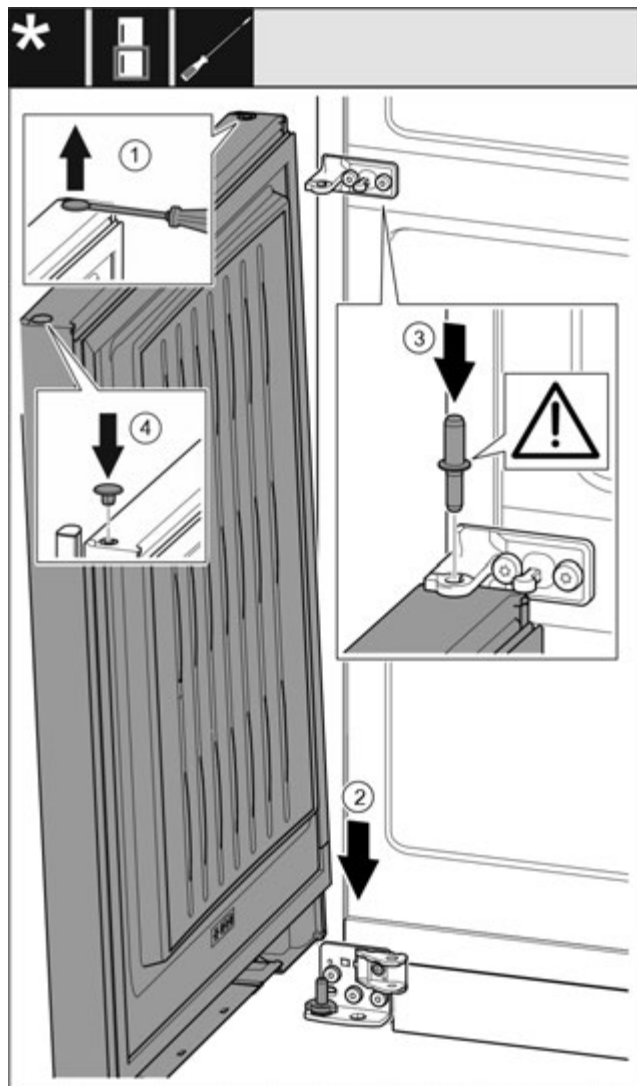

Fig. 41
- ▶ За допомогою шліцевої викрутки обережно підніміть пробку та витягніть її. Fig. 41 (1)
- ▶ Встановіть дверцятя зверху на нижній опорний гвинт. Fig. 41 (2)
- ▶ Середній опорний гвинт встановіть в нижні дверцятя через середній опорний кронштейн. При цьому виступ фіксатора повинен бути спрямований назад. Fig. 41 (3)
- ▶ Знову вставте пробку з іншого боку дверцят. Fig. 41 (4)